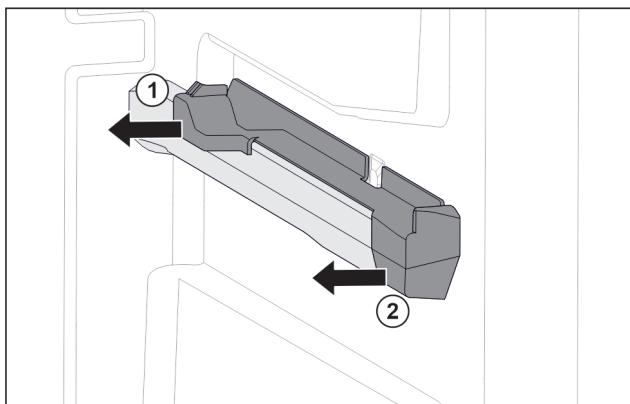

Fig. 93 Наставка върху дясното ребро на съда
- Изтеглете наставката отзад настрани. Fig. 93 (1)
- Изтеглете наставката отпред настрани. Fig. 93 (2)